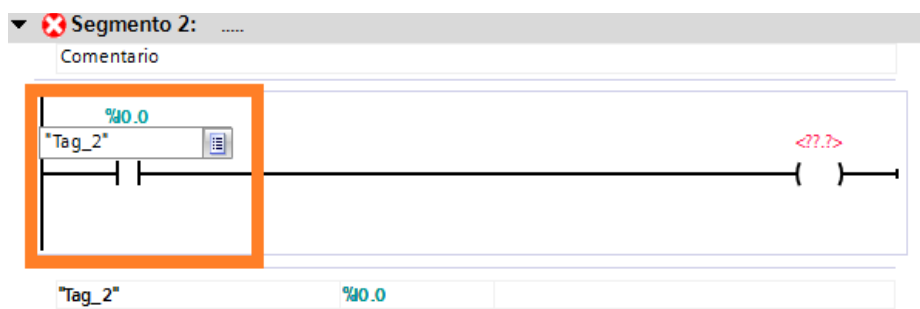

Figura 112: Ingresamos entrada I0.0.
2. Escribir la entrada I0.0 como se indica en el cuadro naranja Figura 112.